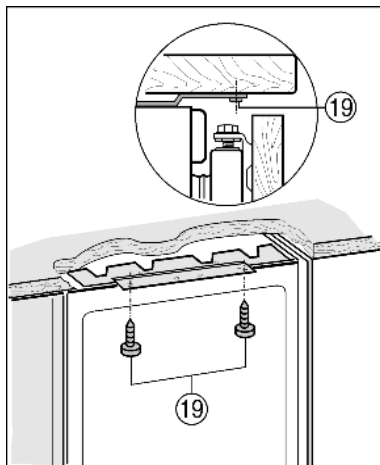

Fig. 12
- ▶ Met lange spaanplaatschroeven Fig. 12 (19) boven vastschroeven.